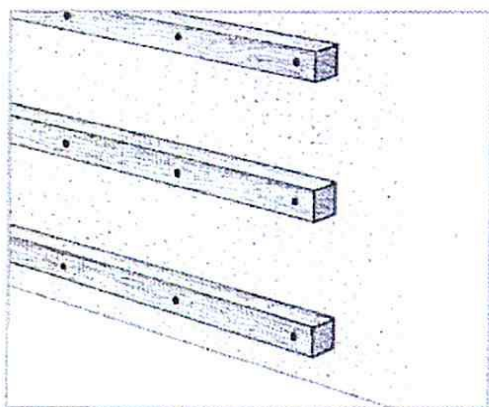

Рис.5
3.4.3 Для обеспечения нормальной вентиляции внутреннего пространства между стеной помещения и ламинированной панелью, а также для увеличения теплоизоляции помещения, для предотвращения возможной деформации собранной конструкции под механическим воздействием и (или) под влиянием резких перепадов температур, минимальная толщина брусков должна быть 20 мм. Крепление брусков обрешетки сечением 40x20 мм производится к стене вдоль горизонтальных линий разметки с помощью универсальных саморезов 4x50 мм, как показано на рис.5. При этом в стене помещения перфоратором сверлятся отверстия (прямо сквозь брусок) под дюбель  $d=6 \times 30$  мм. Шаг крепления определяется по месту и зависит от плоскости стены и отклонений формы бруска.